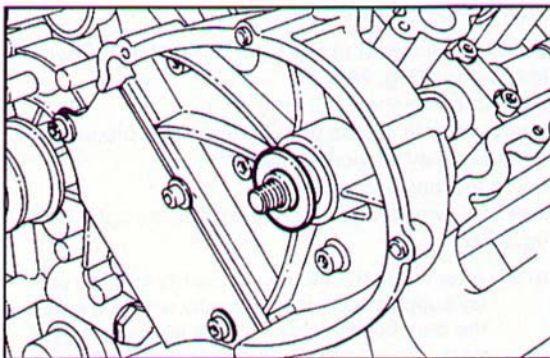

Fig. 280 ▲
- in corrispondenza del segno doppio (2) situato sul bordo, sulle pulegge fornite con il kit Pirelli (tendicinghia idraulico);
- inserire le rondelle di rasamento sugli alberi di distribuzione (Fig. 280);
- opposite the double mark (2) on the edge on pulleys supplied with the Pirelli kit (hydraulic belt tightener);
- insert the shim washers in the camshafts (Fig. 280);